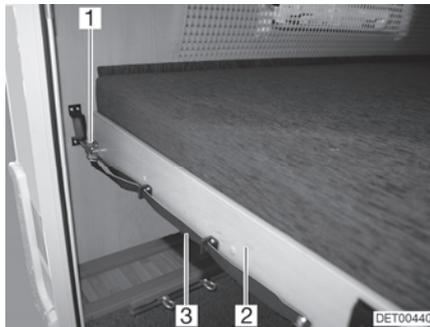

Fig. 76 Lit superposé (arrière)
- Tirer sur la boucle (Fig. 76,3) et désenclencher le verrou (Fig. 76,1).
- Tirer le sommier à lattes (Fig. 76,2) avec le matelas vers l'avant jusqu'à ce qu'il s'enclenche.